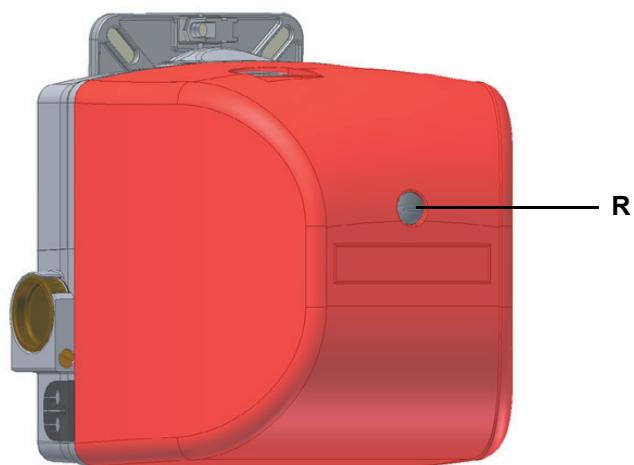

Рис. 15
- 2 запустить горелку, установив на ON главный выключатель A котла: в случае блокировки нажать кнопку RESET (C), находящуюся на крышке горелки (См. Рис. 15);